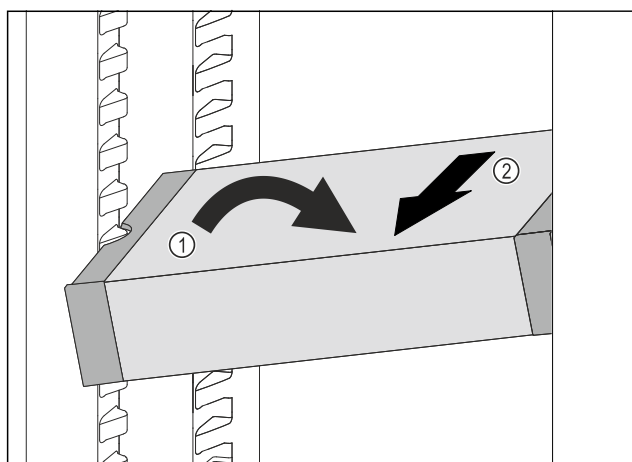

Fig. 119
- VarioSafe ustawić w chłodziarce pod skosem. Fig. 119 (1)
- VarioSafe wyjąć do przodu. Fig. 119 (2)